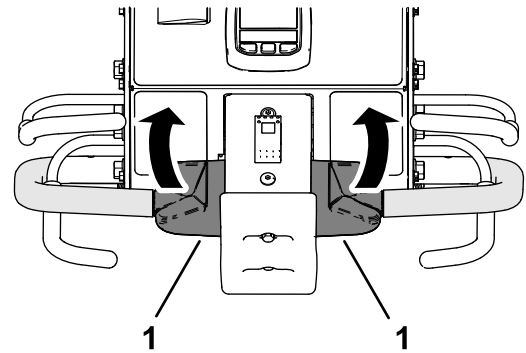

図 38
3. オペレータベイルとエアレーションベイルを握った状態で、走行コントロールの上部を後方に回転させる **図 38**。